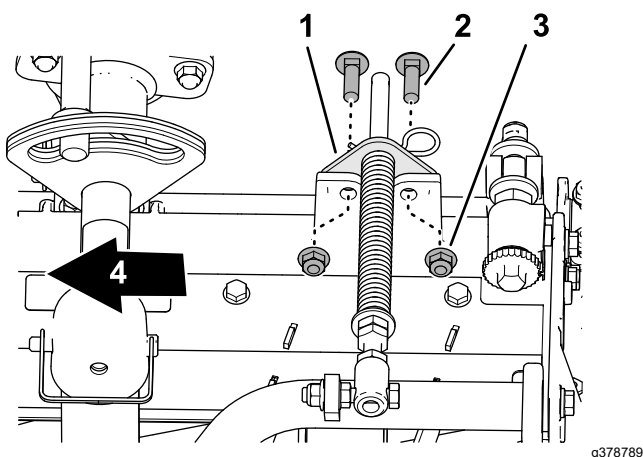

Figura 14
5. Alinee los orificios del soporte del muelle de compensación con los del bastidor de la unidad de corte (Figura 14).